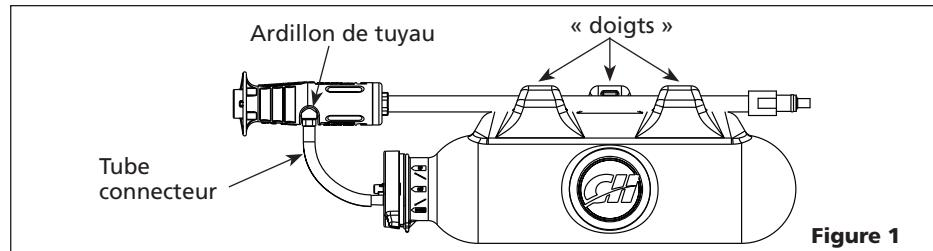

Figure 1
1. Placez le réservoir sur une surface solide, à plat. Placez ensuite la hampe de la lance entre les trois « doigts » sur le dessus du réservoir (voir la figure 1). NOTE : L'ajustement est très serré. Attention pour éviter tout dommage durant l'installation. Si vous réchauffez le doigt central avec un séchoir à cheveux, cela facilitera l'installation.
2. Glissez l'extrémité libre du tube connecteur sur la barbelure de tube fixée à la tête de lance (voir figure 1).